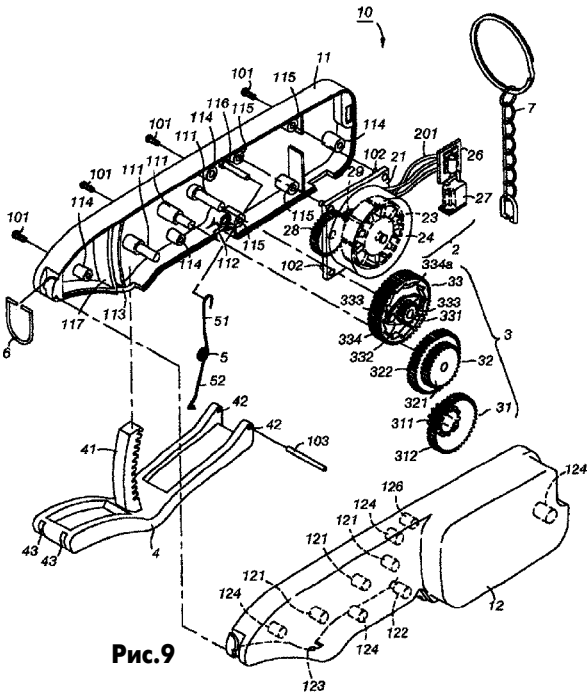

Рис.9
**Ручной электрогенератор для карманного компьютера** описан в патенте США 2002/0047333 (2002 г.). Генератор показан на рис.9. Он содержит корпус, состоящий из двух крышек 11 и 12, соединяющихся друг с другом винтами 101, узел генерации 2, коробку передач 3, рукоятку 4, пружину 5, кольцо для подвески 6. К этому кольцу в дальнейшем можно привесить цепочку 7. Рукоятка 4 имеет форму буквы V. На одном краю рукоятки имеются отверстия 42, в которые проходит стержень 103. На него между отверстиями 42 надевается пружина 5. Стержень 103 также вставляется в отверстия в крышках 112 и 122. На рукоятке 4 имеется выступ 41 с зубцами. После сборки зубцы выступа накладываются на зубцы 311 первого колеса 31 коробки передач 3. Пользователь захватывает рукой часть рукоятки 4 (там, где вырезы 43) и верхнюю часть корпуса. Коробка передач передает вращение ротору генератора 23 с установленными на нем постоянными магнитами. На ротор надета катушка статора 23, с нее электрическое напряжение поступает на выпрямитель 26 и далее на разъем 27.